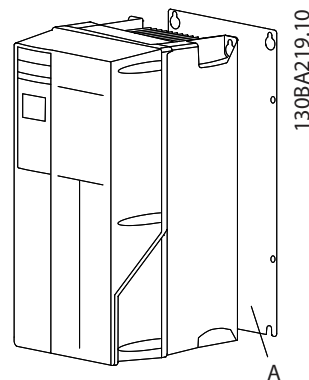
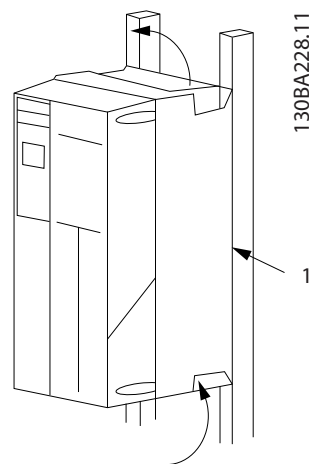

Ilustración 2.2 Montaje correcto con placa posterior
Ilustración 2.3 Montaje correcto con rieles
- Monte la unidad en una superficie plana sólida o en la placa posterior opcional para proporcionar flujo de aire de refrigeración (consulte *Ilustración 2.2* y *Ilustración 2.3*)